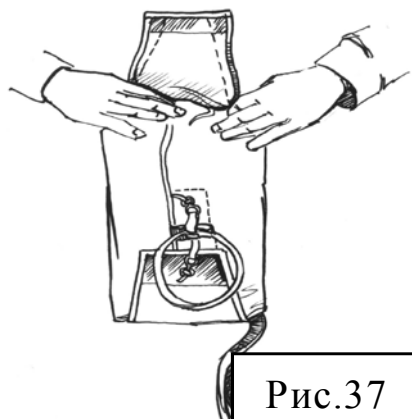
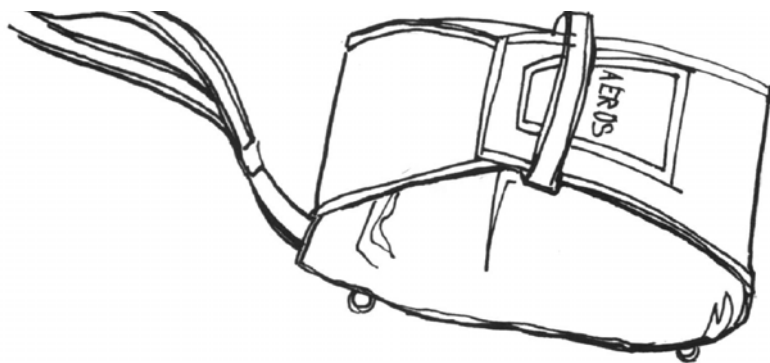

Рис.37
Рис.38
- IV) Поставьте парашют на ребро (длинным клапаном вверх) – рис.37. Закройте боковые створки продольных клапанов, немного вминая их. Пропустите длинный поперечный клапан через петлю/кольцо ввода и зафиксируйте его репейником (рис. 38).